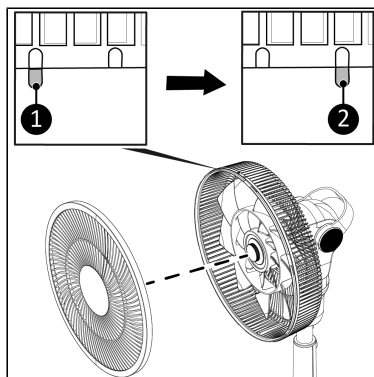

Figure 65.
14. Placez la grille avant sur le ventilateur. Alignez le repère de la grille avant sur le repère gauche de la grille arrière (Figure 65, pos. 1).
15. Tournez la grille avant dans le sens des aiguilles d'une montre jusqu'à ce que le repère de la grille avant s'aligne sur le repère droit de la grille arrière (Figure 65, pos. 2).